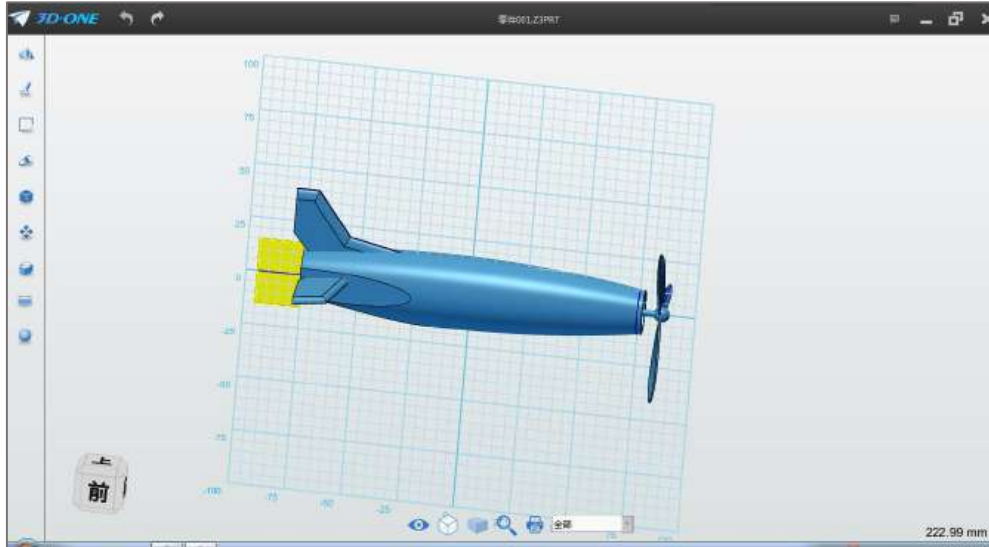

图 4-1
Step 1 选择椭圆命令 ，绘制平面选择尾部片体面，如下图 4-1 所示：